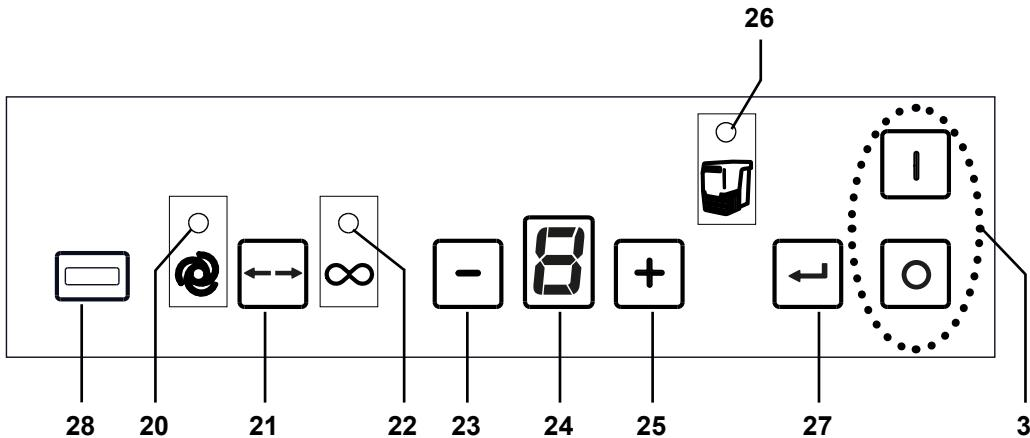

Fig. 2
- ⇒ Éteindre l'appareil en appuyant sur le commutateur marche / arrêt (3, Fig. 2).
La commande de l'aspiration s'effectue au moyen des touches de la zone de commande (Fig. 2).